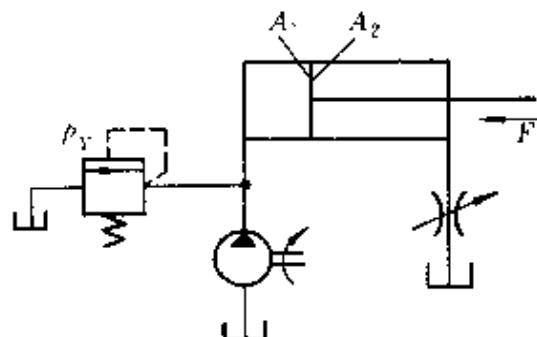

图 7-46 出口节流调速回路
**例 12** 在图 7-46 中，已知液压泵输出流量  $q_p=10 \text{L}/\text{min}$ , 活塞有效面积  $A_1=100 \text{cm}^2$ ,  $A_2=50 \text{cm}^2$ , 溢流阀调整压力  $p_Y$ , 负载  $F$ , 通过节流阀的流量  $q_{T_1}=2 \text{L}/\text{min}$ ,  $q_{T_2}=7 \text{L}/\text{min}$  两种情况下，问活塞运动速度是多少？溢流阀处于何种运动状态？